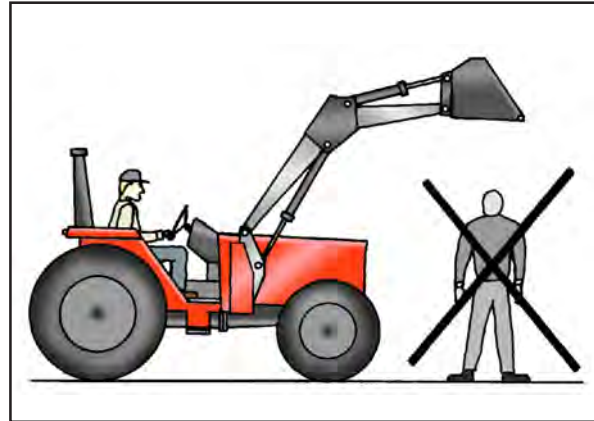

Fig. 14
- Mantenga las personas alejadas del lugar de la operación. NO permita que otras personas queden debajo o pasen debajo de un implemento levantado (Fig. 14).